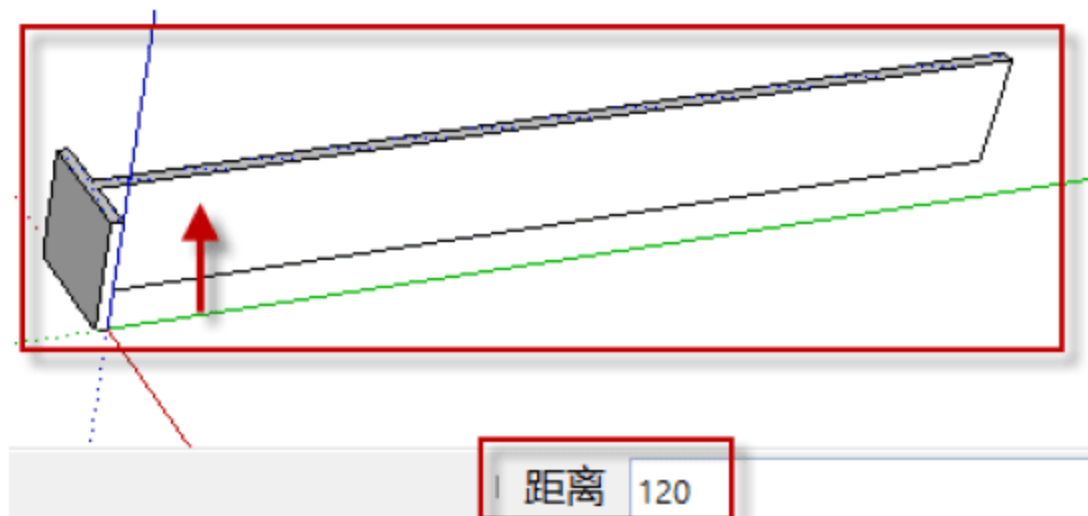

图 8.1.3 基本体块
(3) 在菜单栏中选择“推/拉”命令，将前面生成的面向上拉出 120 单位的高度，如图 8.1.3 所示，这样就完成了主体骨架的建模。